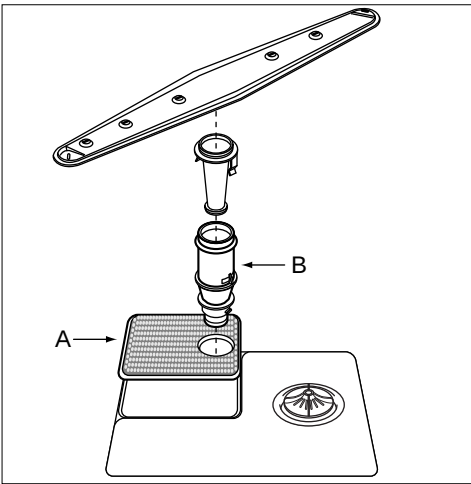

Abb. 11
- Nehmen Sie den unteren Sprüharm heraus, indem Sie diesen senkrecht nach oben ziehen (siehe Abb. 11). Spülen Sie die Sprüharme unter fließendem Wasser aus.